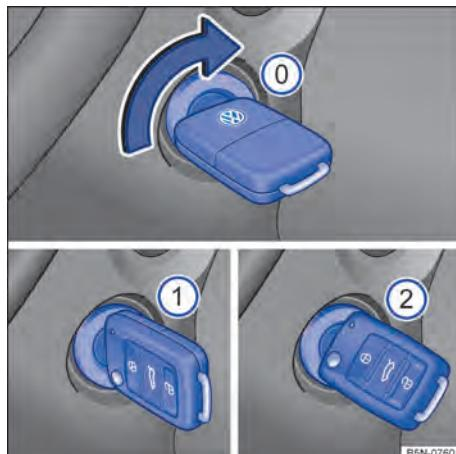

Fig. 80 Ao lado do volante, à direita: posições da chave do veículo no cilindro da ignição.
Posições da chave do veículo → Fig. 80
– *Veículos com partida aquecida:* girar a chave do veículo na posição → Fig. 80 ①. A ignição está ligada. Nesse instante a luz de controle do sistema de partida aquecida  irá se acender no instrumento combinado. Aguardar que a luz de controle  se apague indicando o término do aquecimento do combustível (esta ação poderá ser necessária em condições de partida com o motor frio).
– *Veículos sem partida aquecida:* girar a chave do veículo na posição → Fig. 80 ①. A ignição está ligada.
– Girar a chave do veículo no cilindro da ignição para a posição → Fig. 80 ② – não acelerar. Quando o motor começar a funcionar, soltar a chave do veículo no cilindro da ignição.
– *Veículos com partida aquecida:* girar a chave do veículo no cilindro da ignição para a posição → Fig. 80 ② para dar partida no motor – não acelerar. Caso a etapa 5 não seja respeitada, a luz de controle  piscar indicando a necessidade de interromper o procedimento de partida e repeti-lo após retornar a chave para a posição → Fig. 80 ① e aguardar aproximadamente 10 segundos.
– *Veículos sem partida aquecida:* girar a chave do veículo no cilindro da ignição para a posição → Fig. 80 ② para dar partida no motor – não acelerar.
- Girar a chave do veículo no cilindro da ignição na posição → Fig. 80 ①.